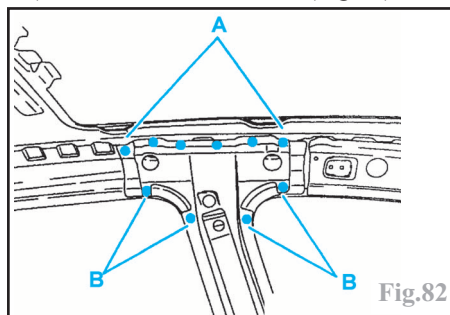

Fig.82
-points bouchons au **MIG** (suivant **A** et **B**) et meuler les bouchons (Fig.82),